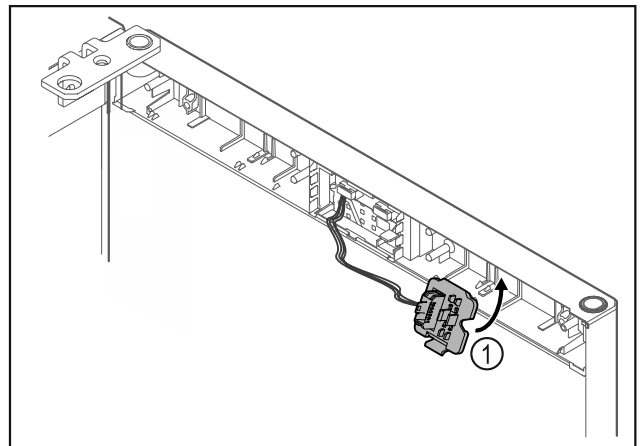

Fig. 23
- Klik stikholderen Fig. 23 (1) i på den modsatte side.